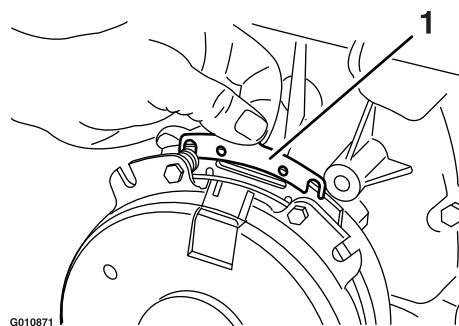

Figura 79
- B. Afferrate la linguetta sporgente con una pinza a becchi sottili o con le dita, e rimuovete lo spessore (Figura 79).
Eliminate erba, morchia e altri detriti dalla griglia del motore. In questo modo garantirete un'adeguata ventilazione e una corretta velocità del motore e ridurrete la possibilità di surriscaldamento e danni meccanici al motore (**Figura 79**).